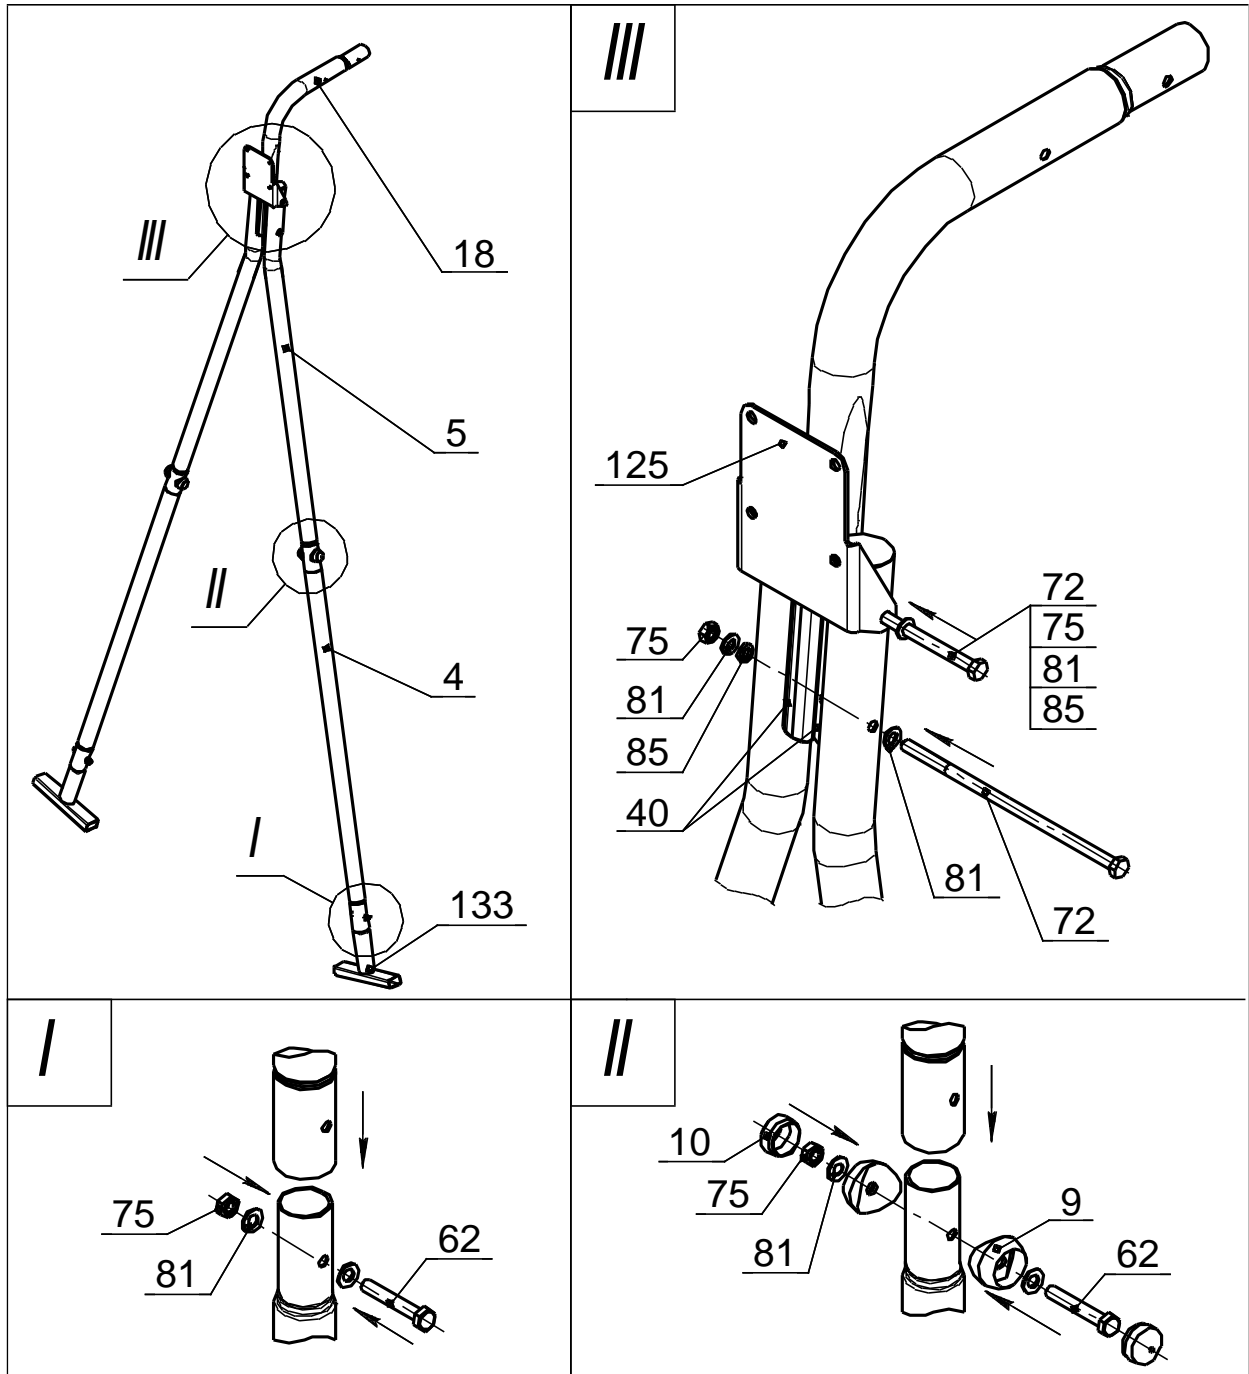

Рис.6
**Болты поз. 72 туго не затягивать**, окончательную затяжку болтов поз. 72 произвести после установки щита баскетбольного (см. п. 10.3.6; рис.6).